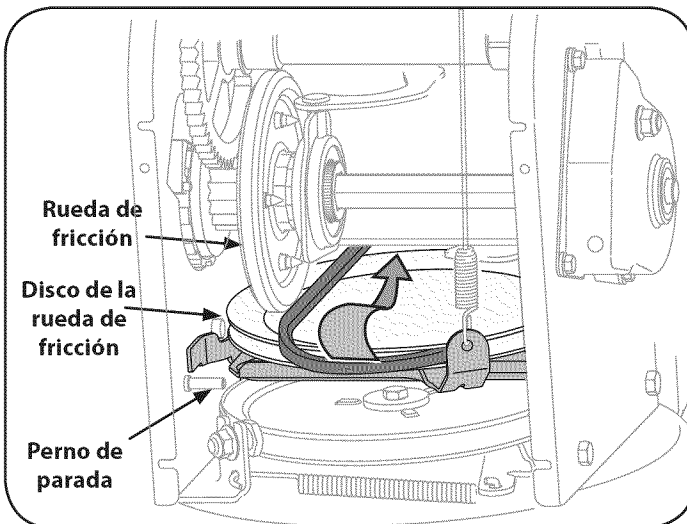

Figura 32
- Detrás la parada se escapa para aumentar la autorización entre el disco de rueda de fricción y rueda de fricción. Vea la figura 32.
- Deslice la correa de la transmisión fuera de la polea y de entre la rueda de fricción y el disco de la rueda de fricción. Vea la figura 32.